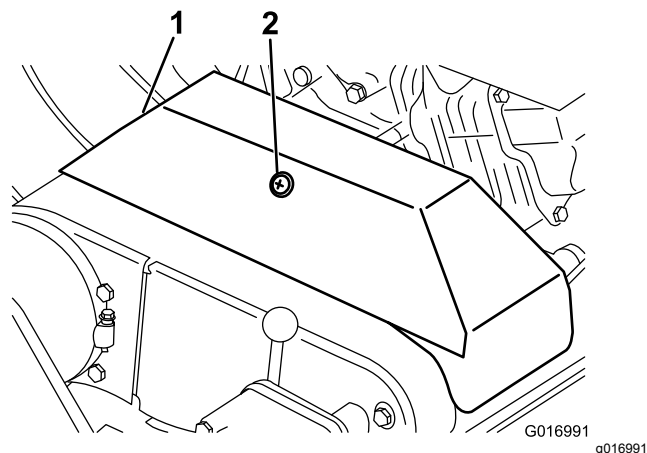

Figura 41
2. Allentate il fermo del copricinghia della cinghia trapezoidale e girate il copricinghia per aprirlo (Figura 41).